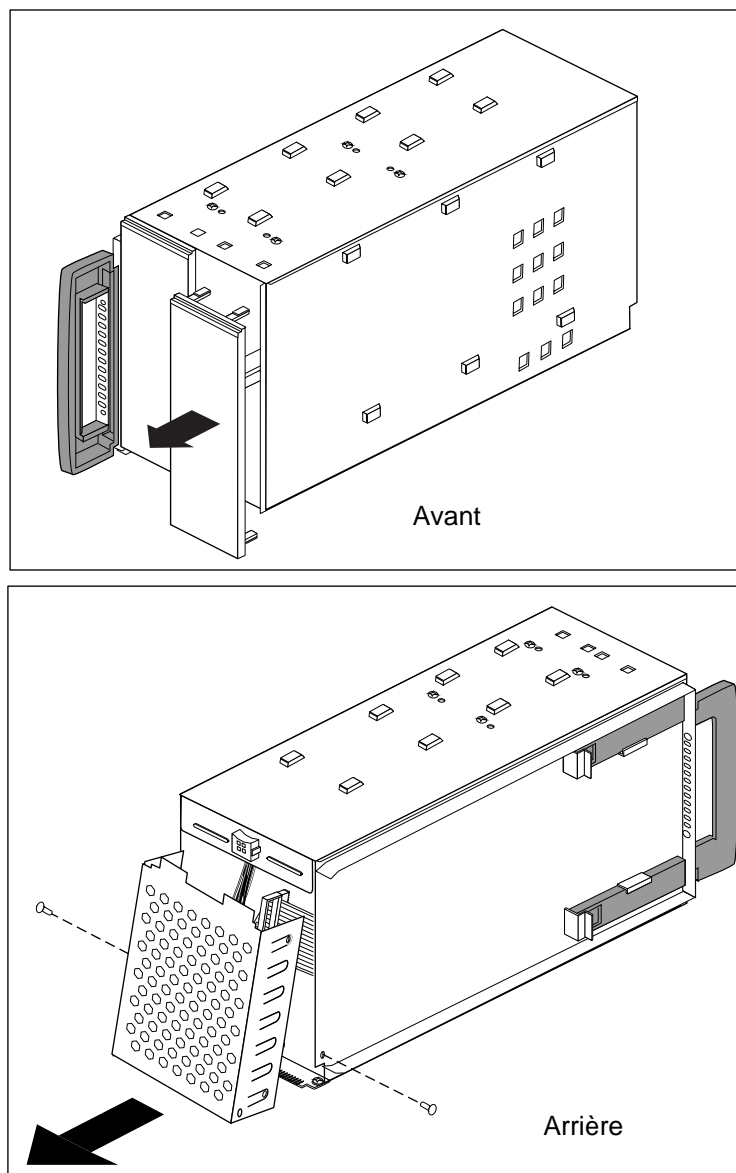

Figure 7-4 Retrait des plaques de protection et d'accès du tiroir de périphérique
2. Préparez le tiroir de périphérique, comme indiqué à la Figure 7-4.